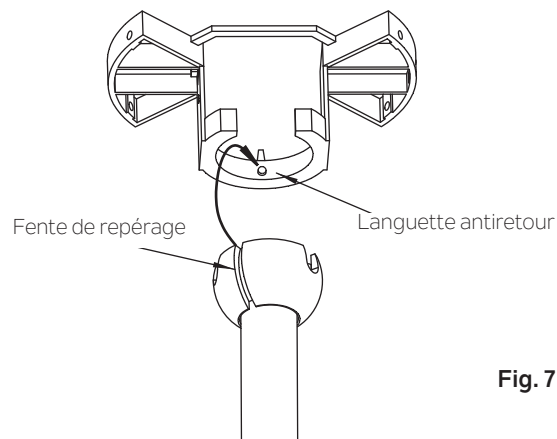

Fig. 7
**Étape 7.** Placez la rotule sphérique de la tige de suspension dans la douille du support de montage. (Fig. 7)